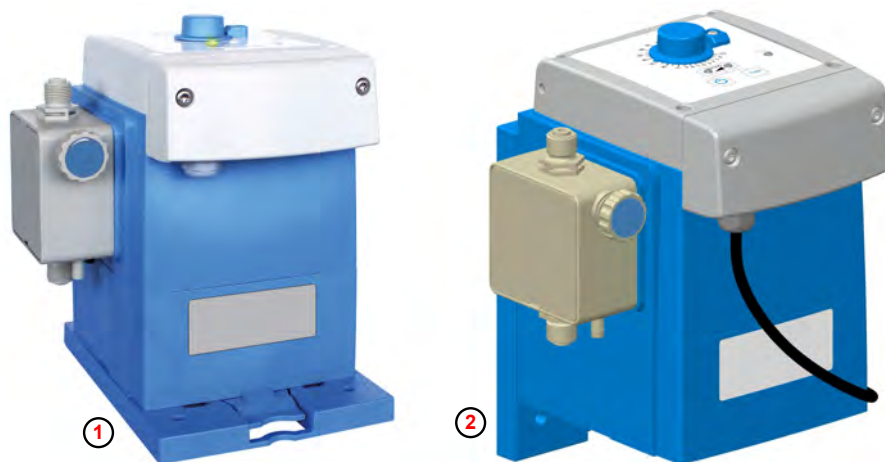

Fig. 3: Montaggio su tavolo e a parete
① Montaggio su tavolo
② Montaggio a parete
La pompa può essere montata con la piastra di montaggio in verticale (per esempio su una console o sul contenitore dosaggio ( Fig. 3 , ① ), nonché su una parete (appesa) ② .